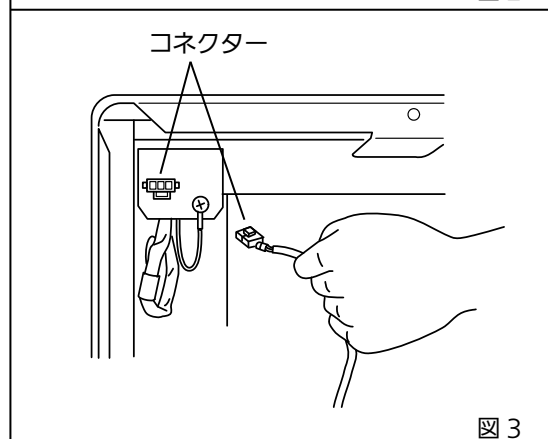

図 3
3. 製品側のコネクタに付いているカバーを外し (下部のロック部を押しながら)、自記温度記録計の電源コネクタを、製品側に用意されているコネクタに接続してください [図 3]。